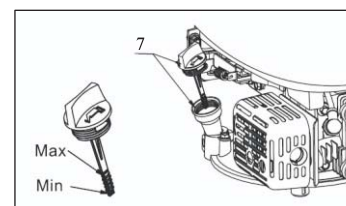

Fig. 7
2. Verwijder de olievuldop /peilstok (7) en veeg deze schoon.
3. Steek de olievuldop/peilstok (7) in de olievlnek, zoals getoond. Schroef de dop er echter niet in, maar verwijder de dop om het oliepeil te controleren.
4. Indien het oliepeil bij of beneden de onderste peilstreep op de peilstok staat, verwijder dan de olievuldop/peilstok (7), en vul bij met aanbevolen olie tot aan de bovenste peilstreep (onderste rand van het olieulgat). Vul niet te veel bij.
5. Plaats de olievuldop /peilstok (7) stevig terug. (Zie Fig. 7)